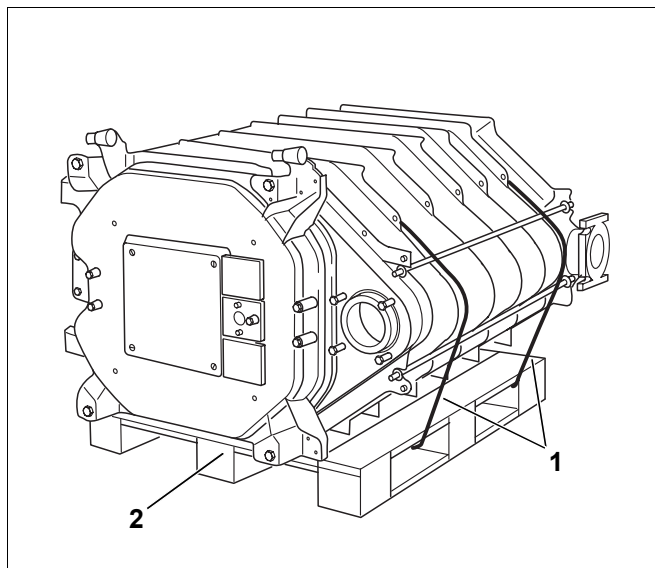

Bild 23 Kesselblock auf Palette
- Sicherungsbänder durchschneiden (Bild 23, **Pos. 1**).
- Palette vor dem Aufstellen entfernen (Bild 23, **Pos. 2**).